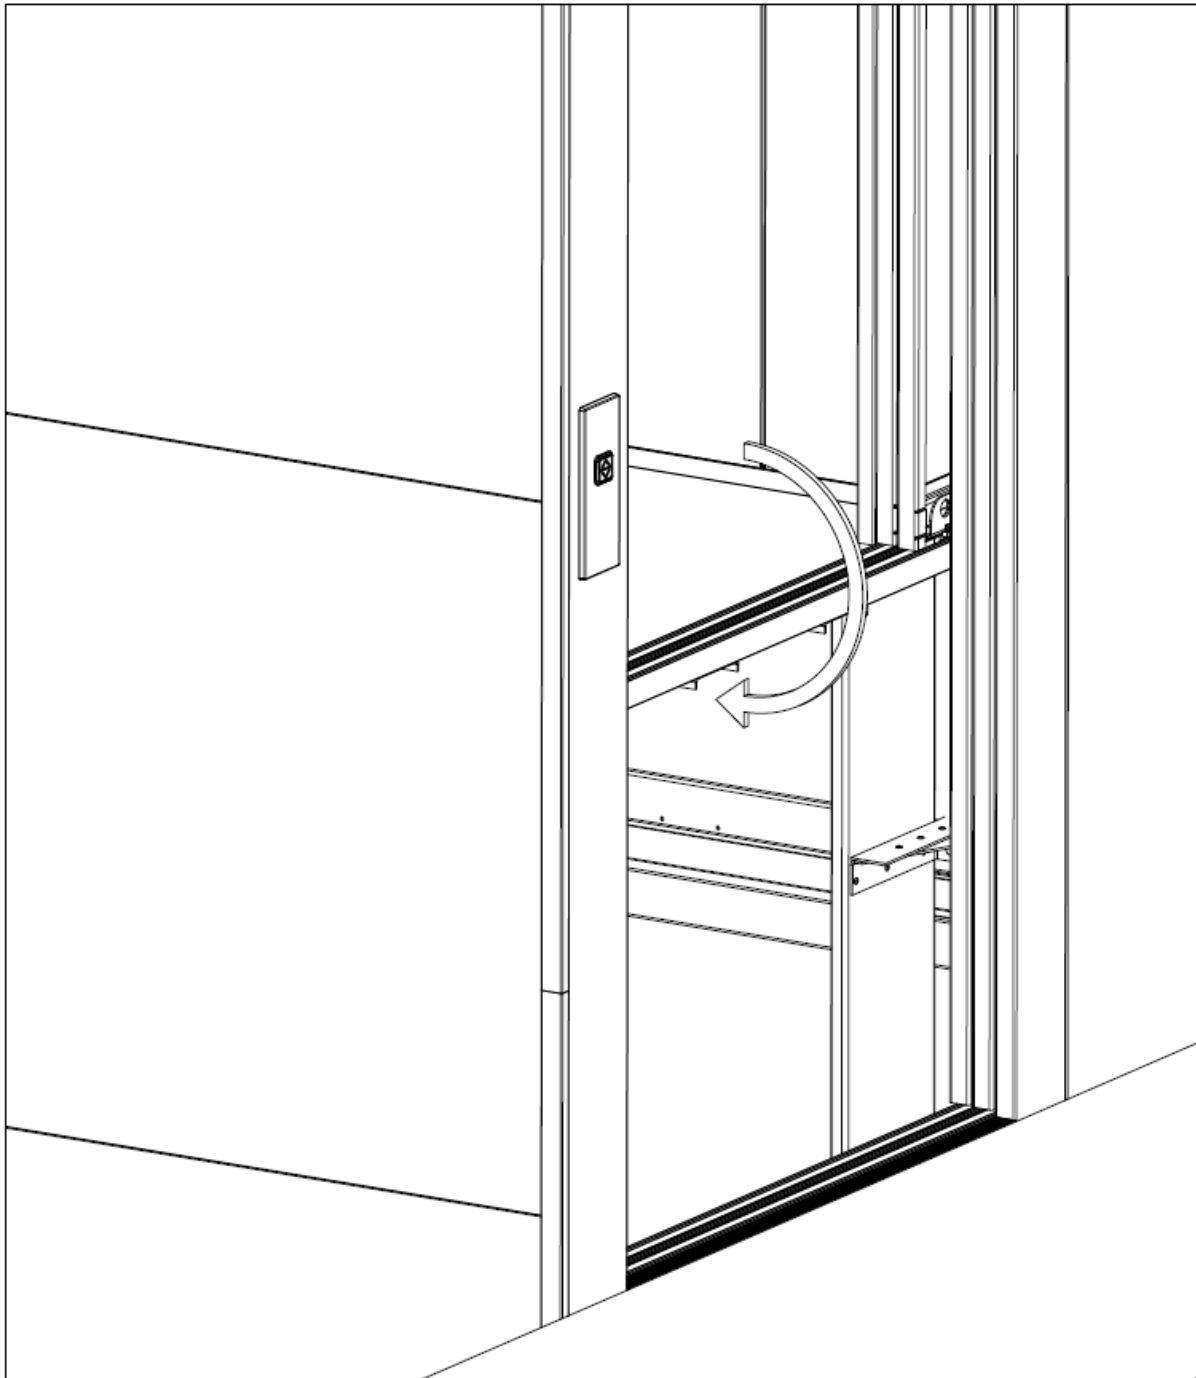

Fig. 10 Risici ved evakuering af personer
Vær opmærksom på faren for nedstyrtning i elevatorskakten, hvis elevator stolen ikke er i niveau med etageafsatsen, se Fig. 10.
5. Tilkald redningstjenesten, hvis elevatoren af en eller anden grund ikke kan sænkes til en etage, da der vil være flere risici involveret i evakuering af de indespærrede personer, hvis elevatoren ikke er placeret ud for en etageafsats, se Fig. 10.